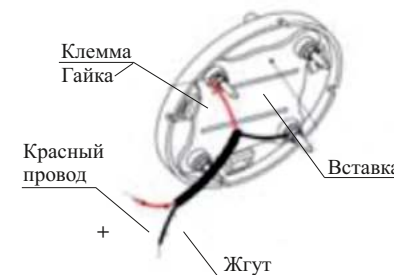

Рисунок 3
– для исполнения P21.162.001.000 с помощью переходного устройства (см. рисунок 3). Вставка устанавливается на розетку ПКУ-1, а провода подключаются к адресному устройству.